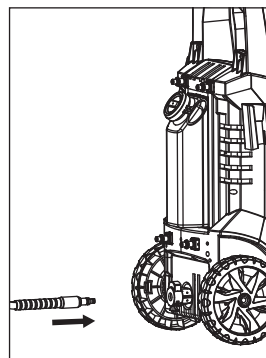

Figure 9 - Fixer le tuyau à haute pression à la sortie de haute pression
7. Fixer le tuyau à haute pression à la sortie de haute pression (voir la figure 9).